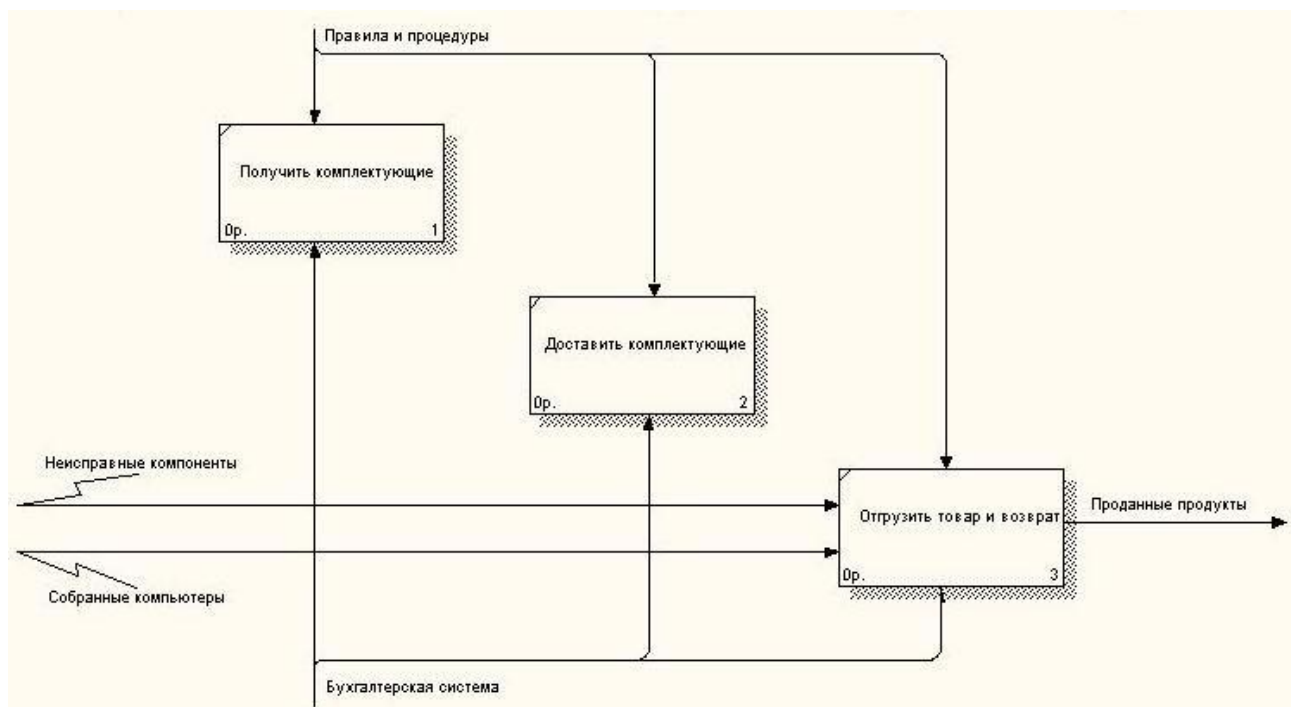

Рис. 7.1. Внутренние стрелки на декомпозиции работы "Отгрузка и получение"
1.4. Свяжите граничные стрелки, как показано на рис. 7.1.